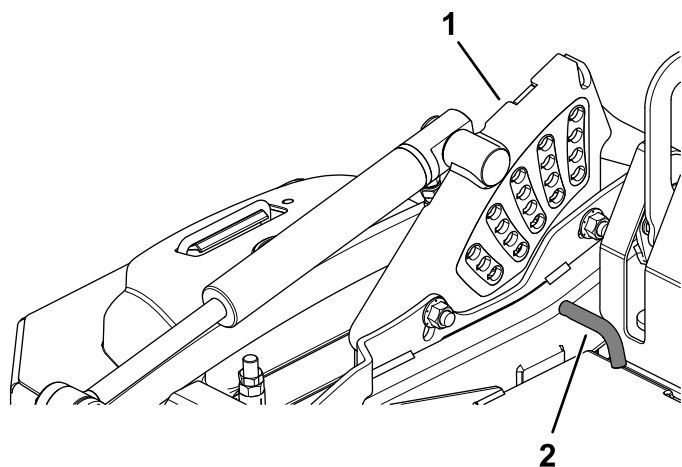

Рисунок 25
2. Поверните штифт регулировки высоты скашивания так, чтобы цилиндрический штифт внутри него совпал с прорезями в отверстиях кронштейна высоты скашивания, затем извлеките штифт (Рисунок 25).
3. Вставьте штифт регулировки высоты скашивания в отверстие, соответствующее нужной высоте скашивания (Рисунок 25).
См. информацию о значениях высоты скашивания на наклейке, расположенной на боковой стороне пластины подъема деки (Рисунок 25).